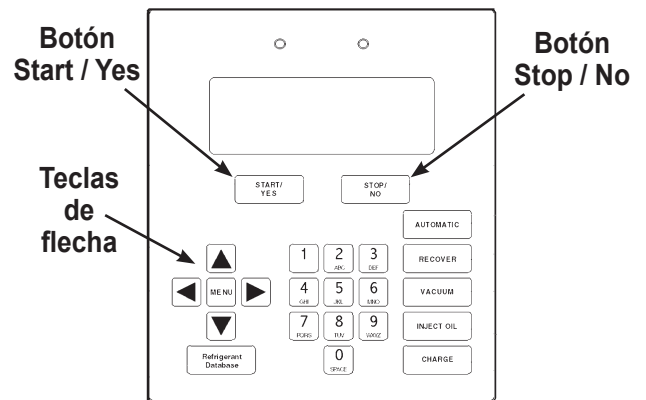

Figura 2
1. Utilice las teclas de flecha **UP (arriba)** o **DOWN (abajo)** para alternar entre las opciones de inglés, español o francés. Consulte la Figura 2.